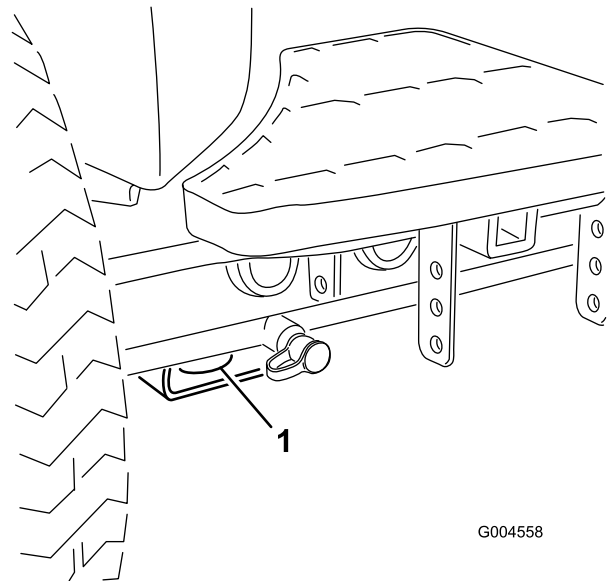

图27
- 前部——矩形垫片上的孔，位于每个前轮胎的轴管下（图27）。